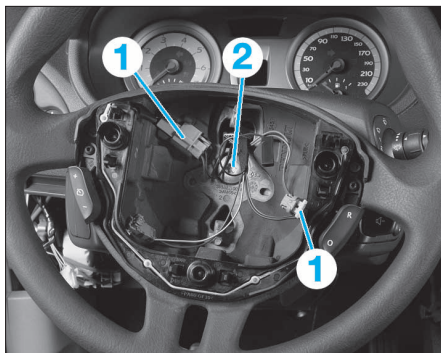

FIG. 3
- Débrancher les connecteurs (1) (suivant version) (Fig.3).
- Déposer la vis (2) de fixation du volant et le dégager.